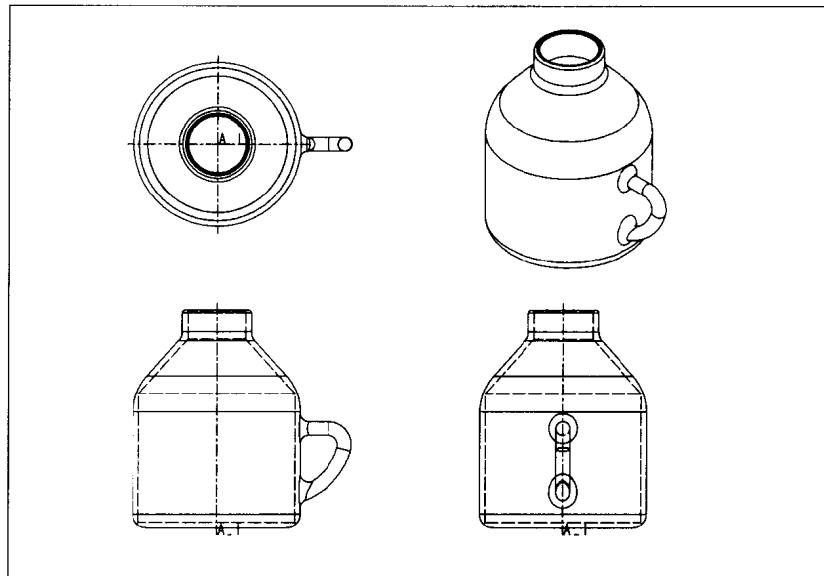

图1.10
(2) 在主视图上方置入上投影图, 右方置入右投影图, 右上方放入立体图(见图 1.10)。